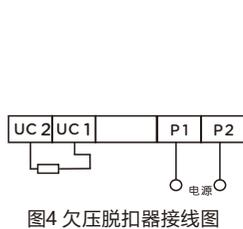

图4 欠压脱扣器接线图
□ 当电源电压下降到欠电压脱扣器额定工作电压的70%~35%范围之内,欠电压脱扣器能可靠地分断断路器;当电源电压低于欠电压脱扣器额定工作电压的35%时,欠电压脱扣器能防止断路器闭合;当电源电压高于欠电压脱扣器额定工作电压的85%时,欠电压脱扣器能保证断路器可靠闭合。见接线图4。